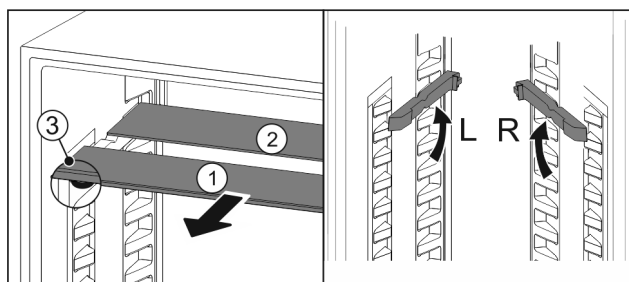

Fig. 84
- ▶ Extrageți Fig. 84 (1) pe rând plăcile de sticlă spre înainte.
- ▷ Placa de sticlă Fig. 84 (1) cu șipca decorativă se află în față.
- ▷ Opritoarele Fig. 84 (3) indică în jos.